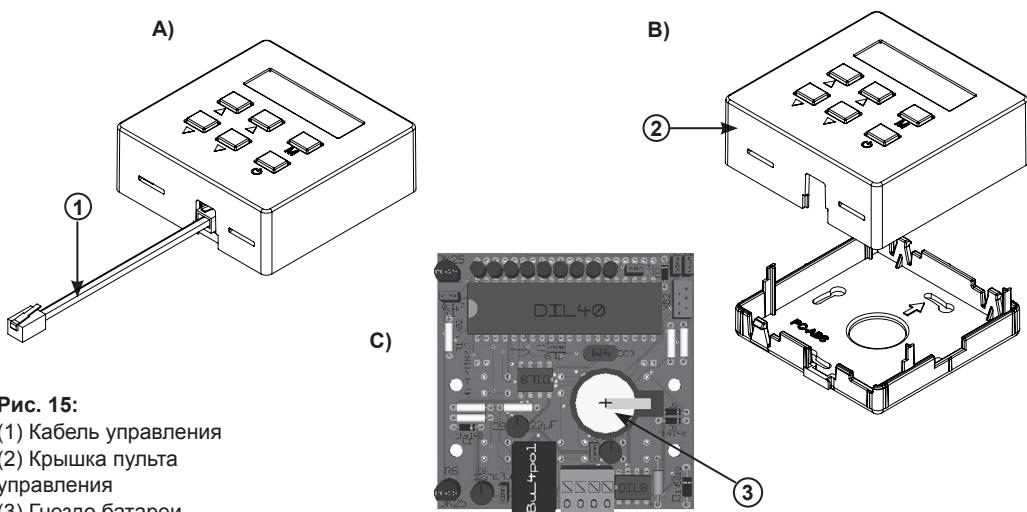

Рис. 15:
- Отсоедините кабель управления (1) от нижнего разъема пульта.
- Снимите крышку (2) пульта управления.
- Гнездо (3) батареи расположено на плате. Удалите батарею и установите новую, как показано на рис. 15 В.